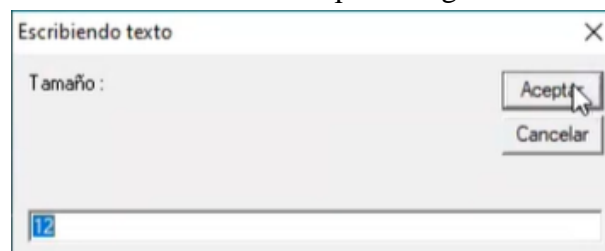

Figura 339. Tamaño de la letra.
45. En la tercera ventana, presionar “Aceptar” para que aparezca una nueva ventana e introducir un tamaño de texto adecuado. Presionar “Aceptar”. Figura 339.